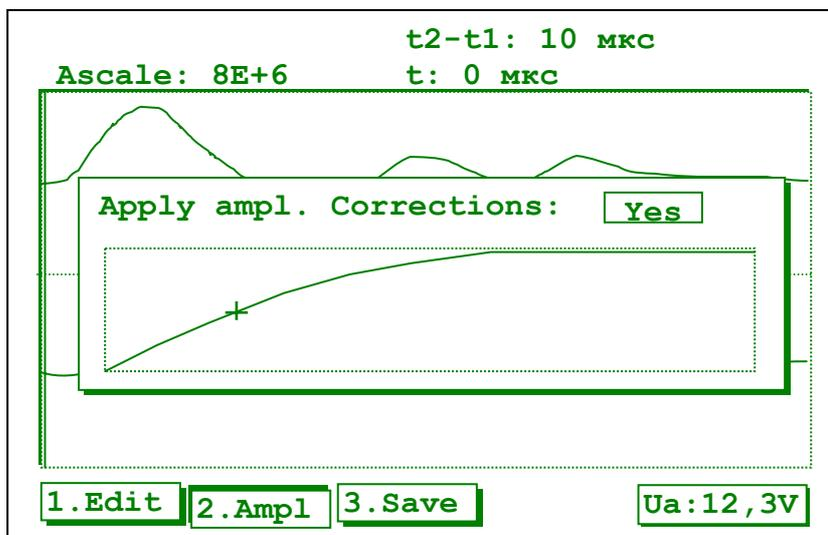

Рис. 8.
- 5) кнопка выбора режима коррекции амплитуды (рис. 8);
Этот режим обеспечивает задание функции для корректировки амплитуды графика по оси времени. Функция корректировки может быть включена или выключена клавишей "#" (ввод). Если корректировка включена, то на экран выводится график корректирующей функции (рис.8), который может быть отрегулирован следующим образом: